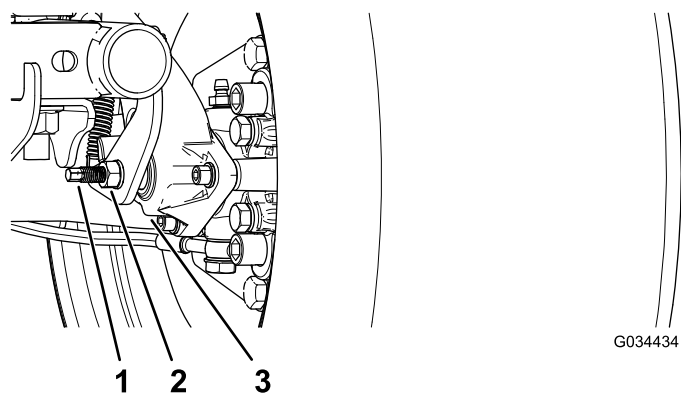

Figura 62
3. Usando 2 llaves, sujete el espárrago de ajuste de la pinza con una llave y afloje la contratuerca ¼ de vuelta con la otra llave (Figura 62).
4. Sujetando el espárrago de ajuste y la contratuerca para que no se muevan, gire el espárrago de ajuste hacia dentro para apretarlo (Figura 62).
- Sujetando el espárrago de ajuste y la contratuerca para que no se muevan, afloje el espárrago  $\frac{1}{4}$  de vuelta (Figura 62).
- Sujetando el espárrago de ajuste y la contratuerca para que no se muevan, apriete la contratuerca (Figura 62).